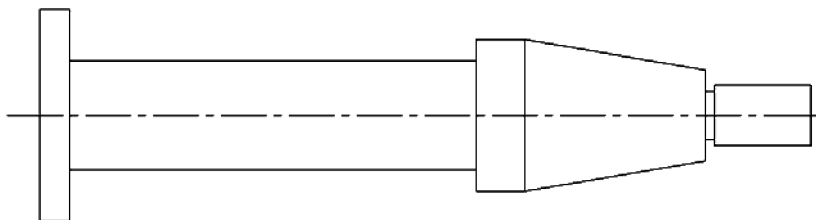

图 3-43 绘制 $\phi 20\text{mm}$ 的轴
6) 绘制 $\phi 20\text{mm}$ 的轴。在立即菜单中将【起始直径】设置为“20”，向右拖动光标，输入“32”后，按回车键，单击鼠标右键结束命令，操作结果如图 3-43 所示。